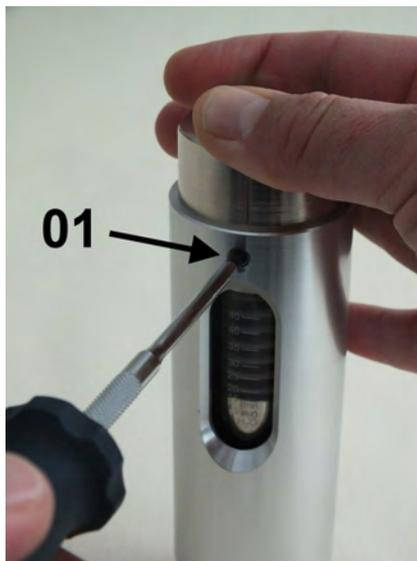

Abb. 50: Innensechskantschrauben anziehen
14. ➤ 3 Innensechskantschrauben (Abb. 50/01) anziehen, dabei Schrauben-Anziehdrehmoment beachten (↪ Kapitel 11.1 „Anziehdrehmomente“ auf Seite 80)